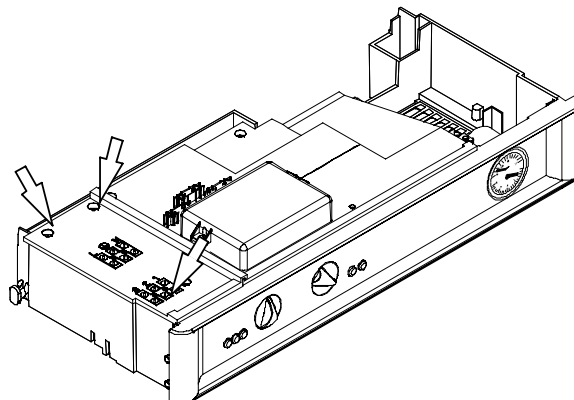

fig. 8.2
- 6 Svitare le viti e rimuovere il coperchio copri morsettiera fig. 8.2